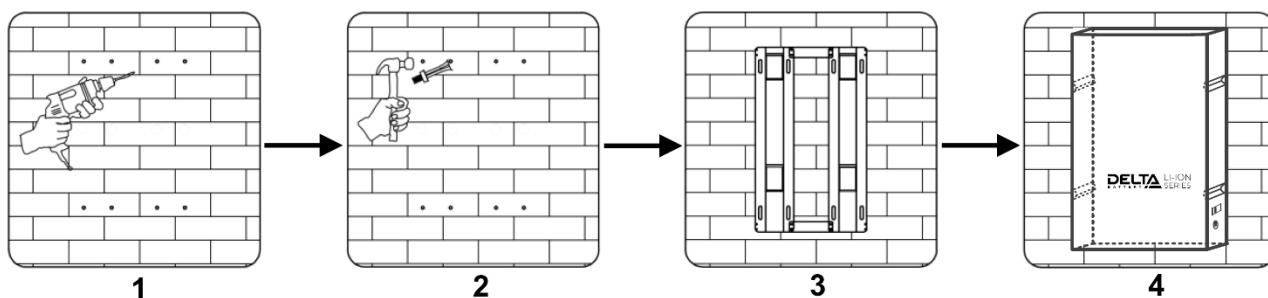

Рисунок 6. Настенный монтаж накопителя
**Шаг 2.** Вставьте анкерные крепления М8 в отверстия при помощи молотка и навинтите гайки (см. Рисунок 6).